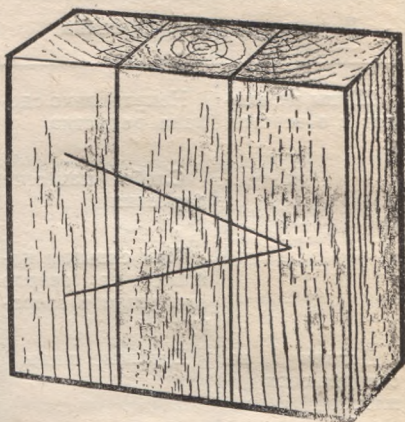

Рис. 35. Пометка деталей перед соединением на круглых шипах.
2. Перед разметкой отверстий детали необходимо пометить для их последующего правильного соединения (рис. 35).